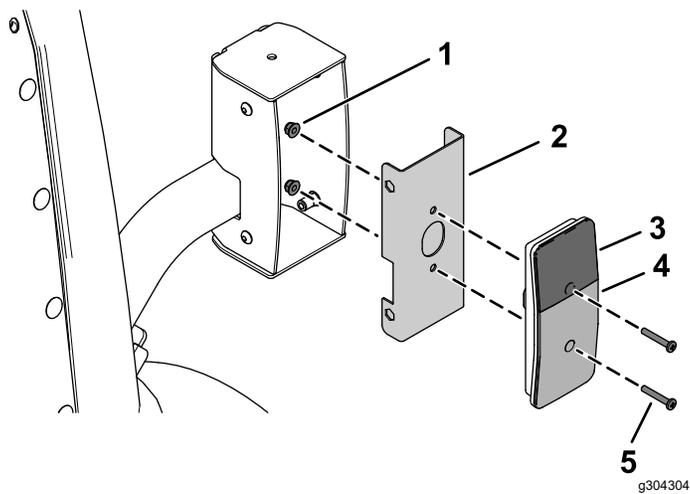
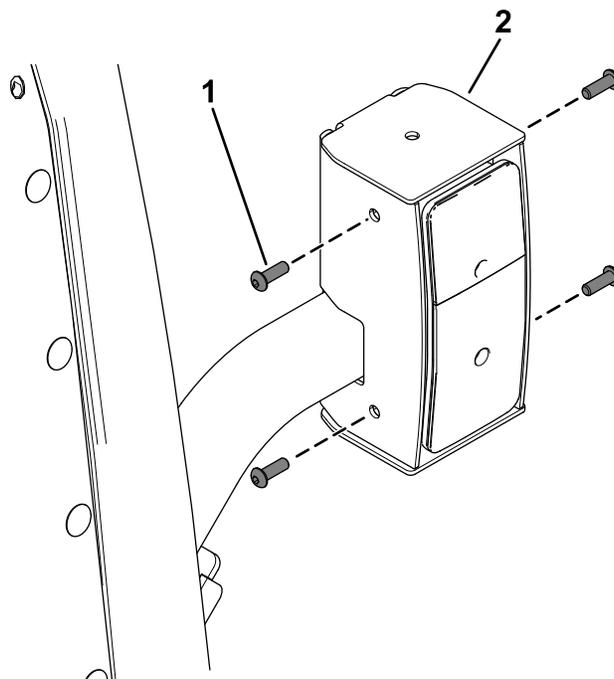

Figura 34
Figura 35
5. Sujete las luces traseras a los conjuntos de montaje interiores usando 4 tornillos de cabeza redonda (Nº 10 x 1¼") y 4 tuercas con arandela prensada (Nº 10), como se muestra en la Figura 34.
8. Sujete las luces traseras ensambladas a los alojamientos de las luces traseras usando 8 pernos de cabeza de botón (¼" x ¾"), como se muestra en la Figura 35.
Asegúrese de instalar las luces traseras con la lente amarilla encima (Figura 34 y Figura 35).